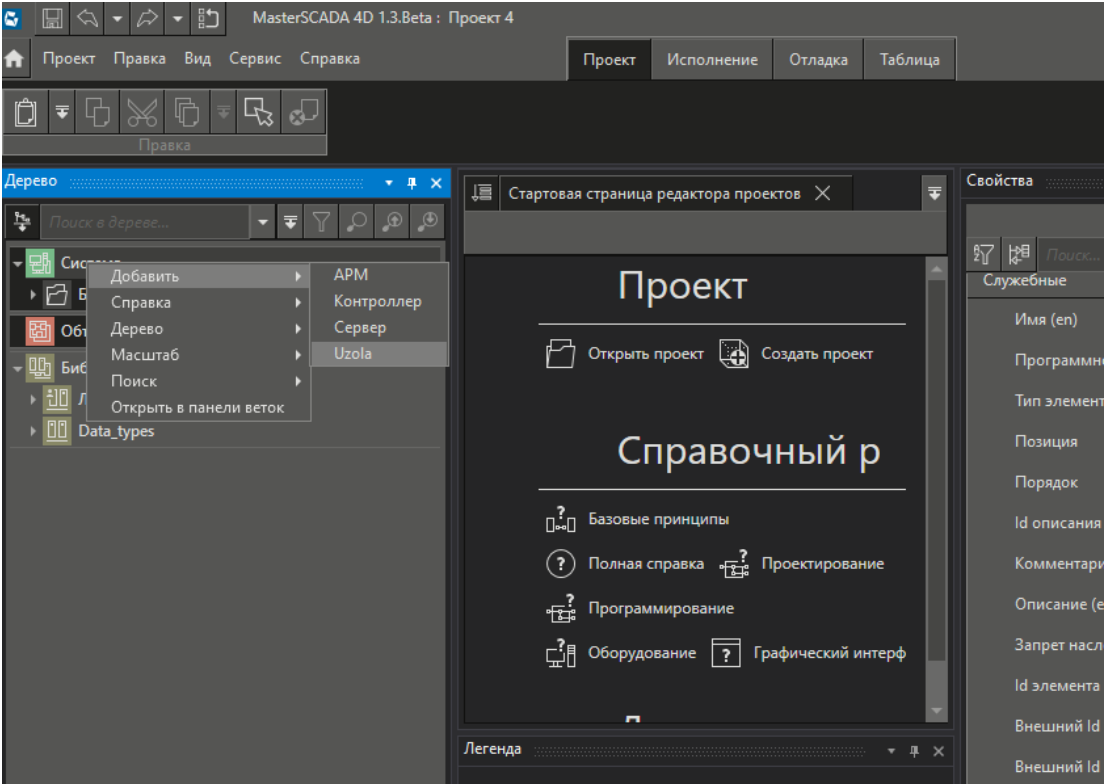

Рисунок 14
2.4.2 После добавления библиотеки возможно добавление контроллера в дерево системы (см. рисунок 14).